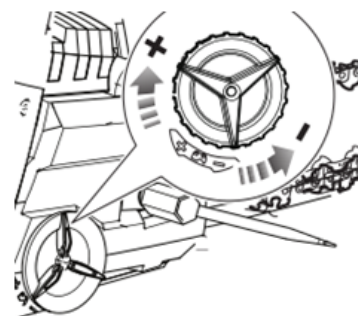

Fig. 12
- Éliminez le mou de la chaîne en tournant son boulon de tension de chaîne dans le sens horaire jusqu'à ce qu'elle soit fermement en place contre la barre, avec les maillons d'entraînement dans la rainure de la barre. (Fig 12)